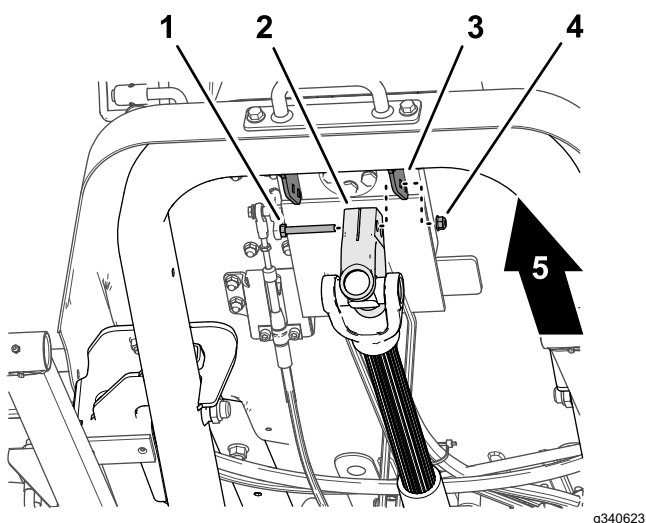

Figure 15
1. Soutenez l'arbre d'entraînement, puis retirez la vis et le contre-écrou qui fixent la chape de l'arbre sur le support de fixation du distributeur de direction (Figure 15), et abaissez l'arbre avec précaution.